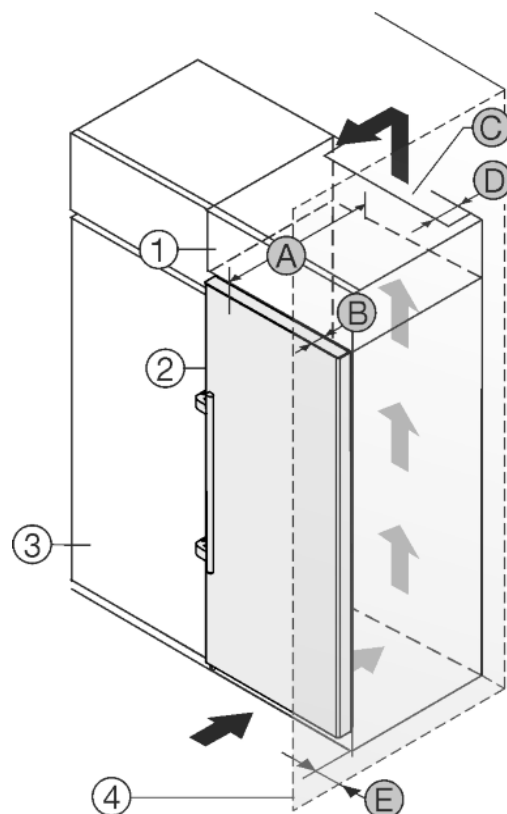

Fig. 20
Het apparaat kan in keukenkasten worden ingebouwd. Om het apparaat Fig. 20 (2) aan de hoogte van het keukenblok aan te passen, kan boven het apparaat een opzetkast Fig. 20 (1) worden aangebracht.
Het apparaat kan direct naast de keukenkast Fig. 20 (3) worden geplaatst. Om de deuren volledig te kunnen openen, moet het apparaat overeenkomstig de diepte Fig. 20 (B) t.o.v. het keukenkastfront uitsteken. Afhankelijk van de diepte van de keukenkast en het gebruik van de wandafstandhouders kan het apparaat verder uitsteken.
- Aan de achterzijde van de opzetkast moet een luchtafvoerkanaal met de diepte *Fig. 20 (D)* over de volledige breedte van de opzetkast aanwezig zijn.
- Onder het plafond moet de ventilatiedoorsnede *Fig. 20 (C)* worden aangehouden.
Wanneer het apparaat met de scharnieren naast een wand *Fig. 20 (4)* wordt geplaatst, moet de afstand *Fig. 20 (E)* tussen apparaat en wand worden aangehouden. Dit komt overeen met de uitsteekmaat van de handgreep bij geopende deur.